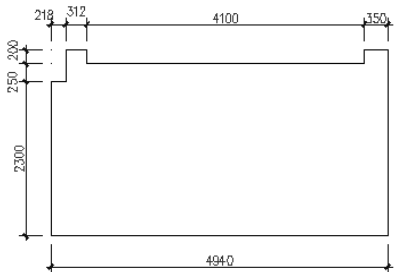

图 17.51 绘制结果
(1) 将“轮廓线”设置为当前图层, 并启用状态栏上的【对象捕捉】和【对象捕捉追踪】功能。
(2) 单击【绘图】/【直线】命令, 绘制如图 17.51 所示的外轮廓线。
(3) 使用快捷键 O 激活【偏移】命令, 将下侧的水平轮廓线向上偏移 80、2000、2300;